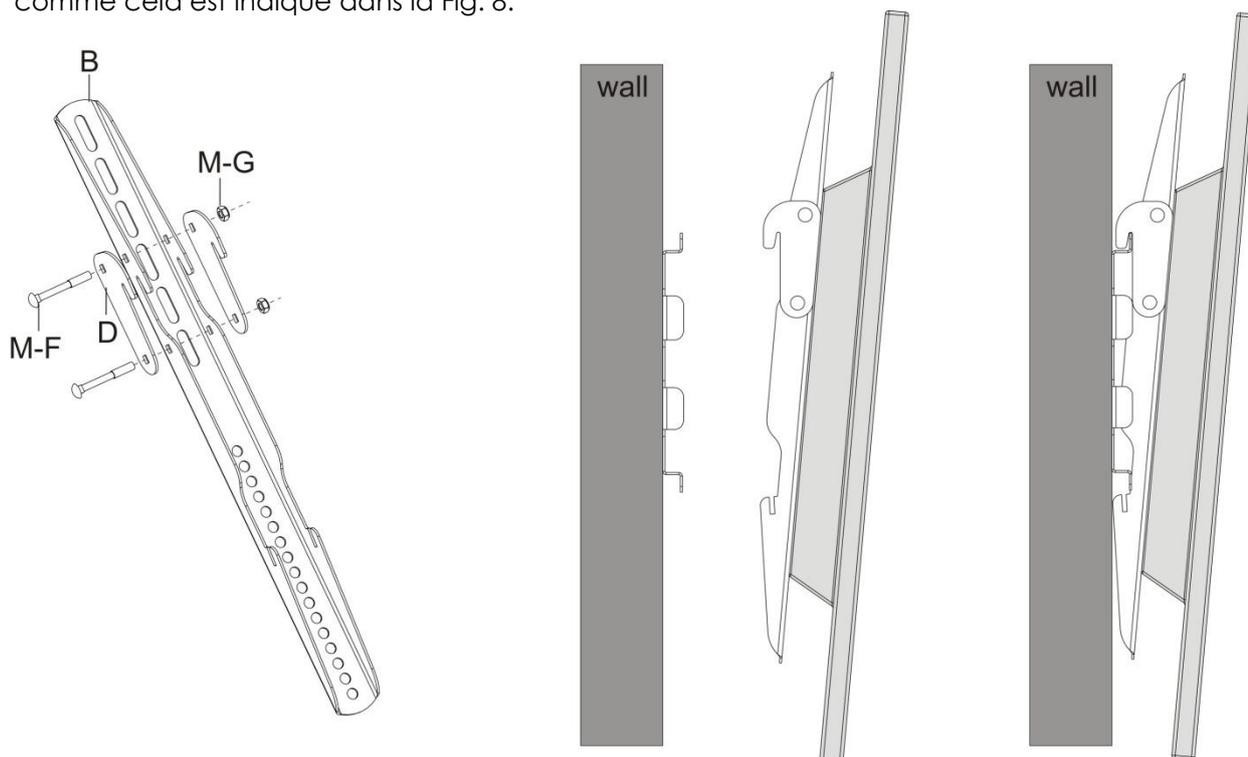

Fig. 8
- Attachez l'option d'inclinaison (D) aux rails de la télévision en utilisant les vis M6 (M-F) et les contre-écrous M6 (M-G), comme cela est indiqué dans la Fig. 8.
- Une fois le support mural correctement fixé contre le mur, soulevez doucement votre télévision avec l'aide d'une autre personne et placez les crochets supérieurs au-dessus du rail de la plaque murale, comme cela est indiqué dans la Fig. 8.